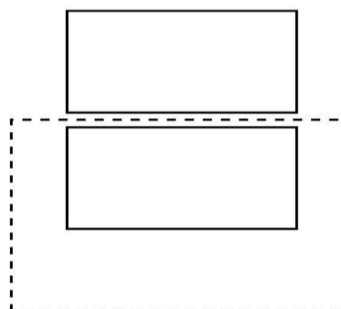

Fig. 2.16: sombreado total de una de las células solares.
4. Luego, cubrir una de las dos células solares por completo (Fig. 2.16). Comparar los resultados obtenidos.